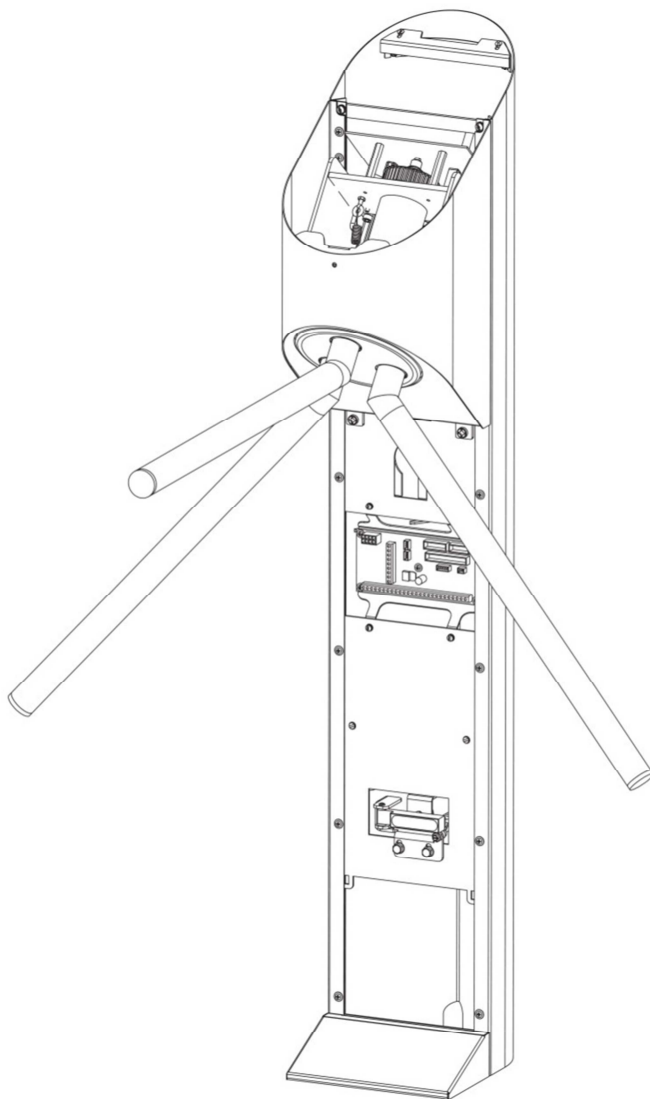

Рис. 5
3.3. Откройте замок и снимите дверцу стойки. Результат изображен на рис. 5.